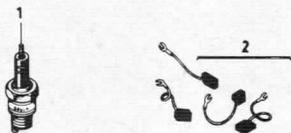

Bild 25
1.5.8.2 Vorratsteile ( Bild 25 )